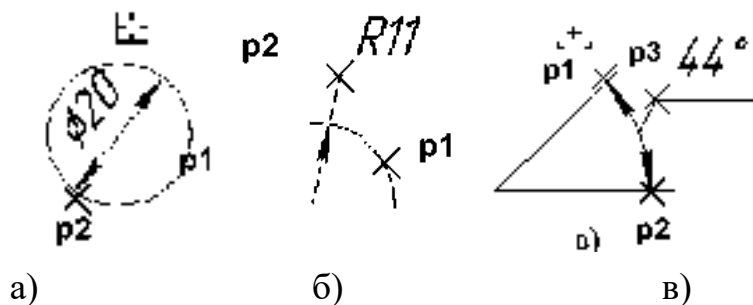

Рисунок 2.10 - Нанесение размеров дуги, диаметра окружности и углового размера
2) указать графическим курсором точку на изображении дуги или окружности - точка **p1** (рис. 2.10а, б);
3) указать графическим курсором точку, определяющую положение размерной линии - точка **p2** (рис. 2.10а, б).
- 2) указать графическим курсором точку на изображении первой прямой - точка **p1** (рис. 2.10в);
- 3) указать графическим курсором точку на изображении второй прямой - точка **p2** (рис. 2.10в);
4) указать графическим курсором точку, определяющую положение размерной линии - точка **p3** (рис. 2.10в).